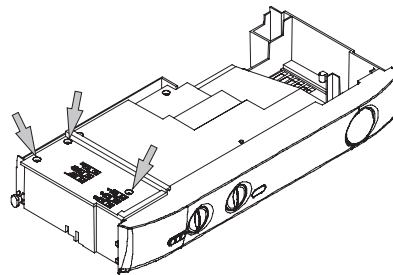

Figura 4.11
- Svitare le viti e rimuovere il coperchio copri morsettiera (Figura 4.11).